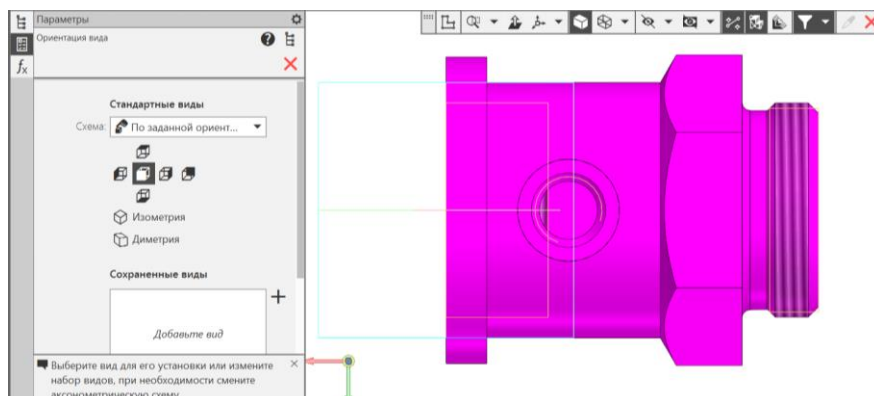

Рис. 20 Выбор ориентации модели
- **Панель быстрого доступа – Ориентация – Настройка** (рис. 20).